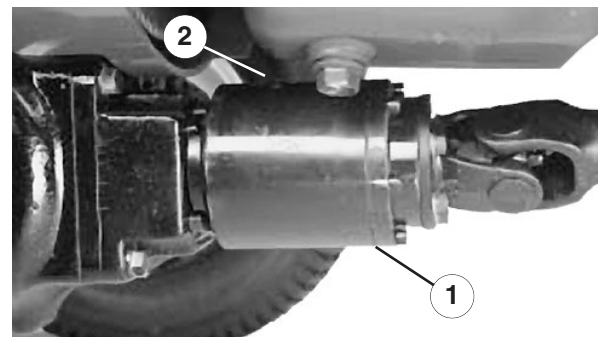

Figure 8
2. Tournez l'embrayage (Fig. 8) de façon à positionner le bouchon de contrôle (représenté en position 12:00 heures) à 4:00 heures.